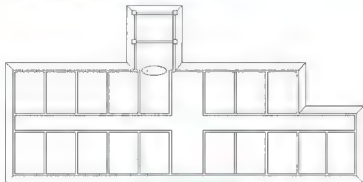

图 2.75 删除短线
③ 在创建关联阵列 [是(Y)/否(N)] 是: 提示下, 输入“N”后按 Enter 键。这样被阵列出的图形之间是独立的。
④ 在选择夹点以编辑阵列或 [关联(AS)/基点(B)/计数(COU)/间距(S)/列数(COL)/行数(R)/层数(L)/退出(X)] 退出>: 提示下, 输入“R”。
⑤ 在输入行数或 [表达式(E)] <3>: 提示下, 输入“2”。
⑥ 在指定行数之间的距离或 [总计(T)/表达式(E)] 3.0000: 提示下, 输入“-12900”。
⑦ 在指定行数之间的标高增量或 [表达式(E)] 0.0000: 提示下, 按 Enter 键。
⑧ 在选择夹点以编辑阵列或 [关联(AS)/基点(B)/计数(COU)/间距(S)/列数(COL)/行数(R)/层数(L)/退出(X)] 退出>: 提示下, 输入“COL”。
⑨ 在输入列数或 [表达式(E)] <4>: 提示下, 输入“5”。
⑩ 在指定列数之间的距离或 [总计(T)/表达式(E)] 2700.0000: 提示下, 输入“3900”。
⑪ 在选择夹点以编辑阵列或 [关联(AS)/基点(B)/计数(COU)/间距(S)/列数(COL)/行数(R)/层数(L)/退出(X)] <退出>: 提示下, 按 Enter 键结束命令。
(2) 将图 2.75 中圆圈所圈定的两个短线删除。